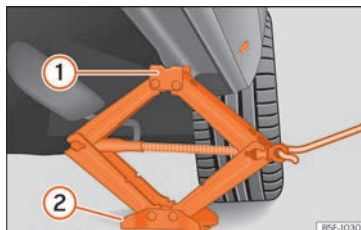

Abb. 38 Längsholm: Wagenheber ansetzen.
- Wagenheber unter den Aufnahmepunkt am Längsträger stellen und so weit hochdrehen, bis sich die Klaue (1) » **Abb. 38** unter der vorgesehenen Aufnahme befindet.
- Wagenheber so ausrichten, dass die Klaue (1) die vorgesehene Aufnahme am Längsträger „umfasst“ und der Wagenheberfuss (2) mit der ganzen Fläche sicher auf dem Boden steht. Die Bodenplatte (2) muss sich dabei senkrecht unter dem Aufnahmepunkt (1) befinden.